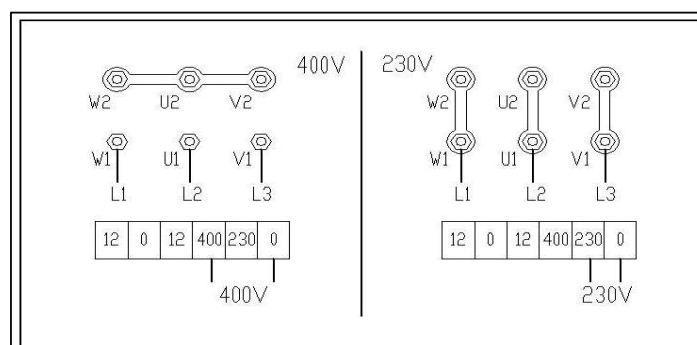

Figure 17
- Si vous travaillez avec du 230 V triphasé, modifiez le branchement sur le transformateur et le moteur en conséquence (figure 17).